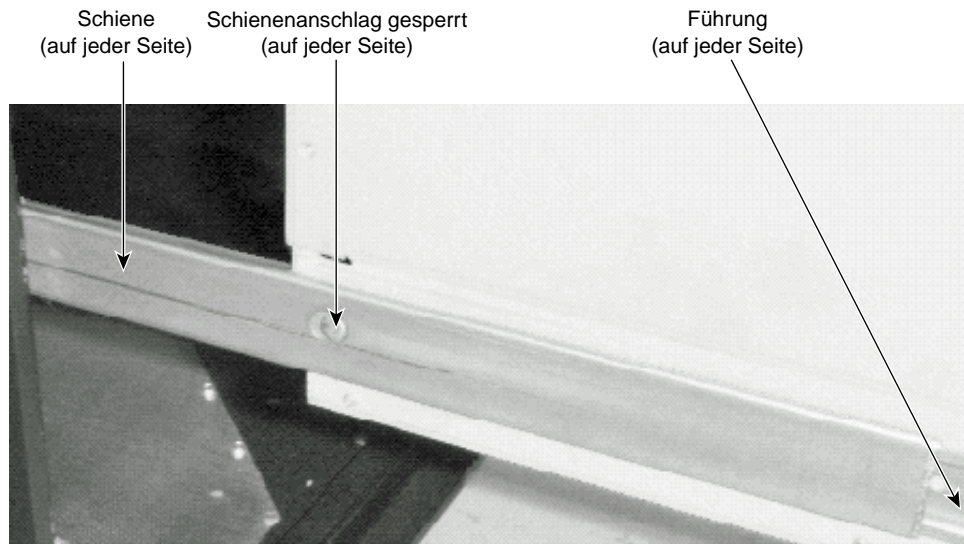

Abbildung 1-9 Schiene und Führungsleiste
12. Drücken Sie die eingerasteten Sicherungszungen der Schienen und schieben Sie den Rechner vollständig nach hinten in das Geräte-Rack. Nachdem der Rechner ein paar Zentimeter nach hinten gerutscht ist, gleiten er und die Schienen als eine Einheit in das Geräte-Rack. Siehe Abbildung 1-9.